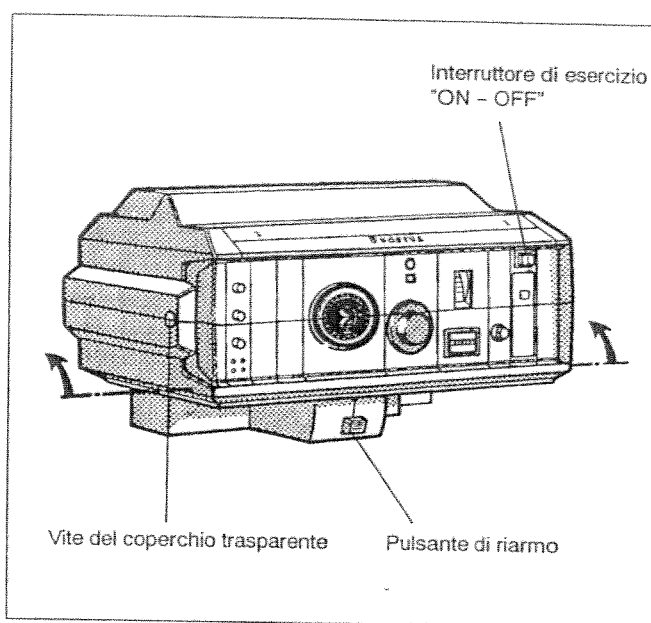
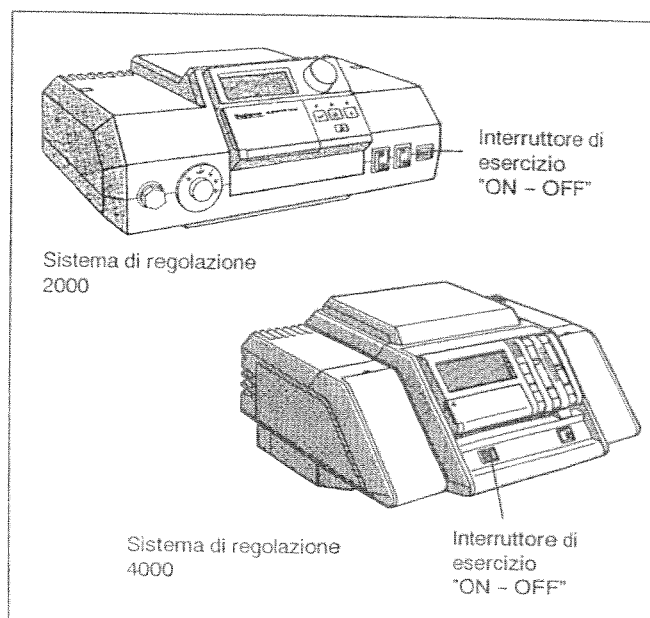

Fig. 40: Sistema di regolazione 3000
Fig. 41: Sistemi di regolazione 2000 e 4000
Portare l'intaglio della vite di fissaggio per il coperchio trasparente dell'apparecchio di regolazione in posizione orizzontale, ad esempio con una moneta, inserire il coperchio trasparente dal davanti e riportare l'intaglio della vite in posizione verticale (Fig. 40).
Per una migliore visibilità degli elementi di comando dell'apparecchio di regolazione è possibile regolare la parte superiore in due posizioni verso l'alto (Fig. 40).
Per ritornare nella posizione di partenza premere il pulsante di riarmo (Fig. 40).
Portare l'intaglio della vite del coperchio trasparente dell'apparecchio di regolazione (Fig. 40) in posizione orizzontale, ad esempio con una moneta. Rimuovere il coperchio trasparente dal davanti.
- Posizionare l'interruttore di esercizio (Fig. 40 e Fig. 41) su 0 (OFF).